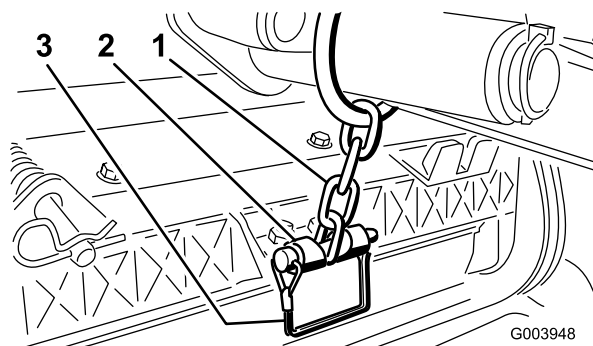

Figura 10
11. Sujete la cadena del brazo de elevación al soporte de la cadena con el pasador de seguridad (Figura 10). Utilice el número de eslabones indicado en el *Manual del operador* de la unidad de corte.